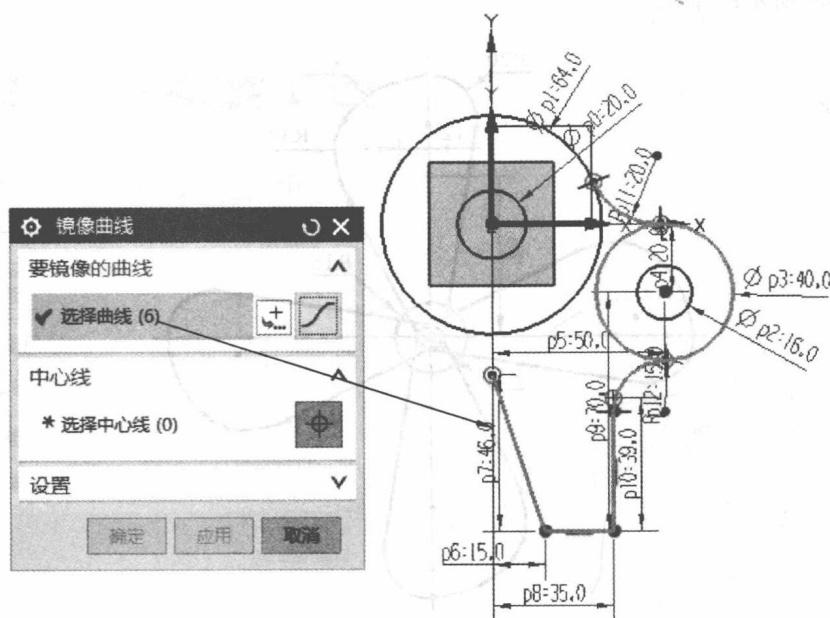

图 1-23 镜像曲线
(10) 点击镜像曲线 , 选择图 1-23 所示的 6 条高亮显示的曲线为要镜像的曲线, 选择 Y